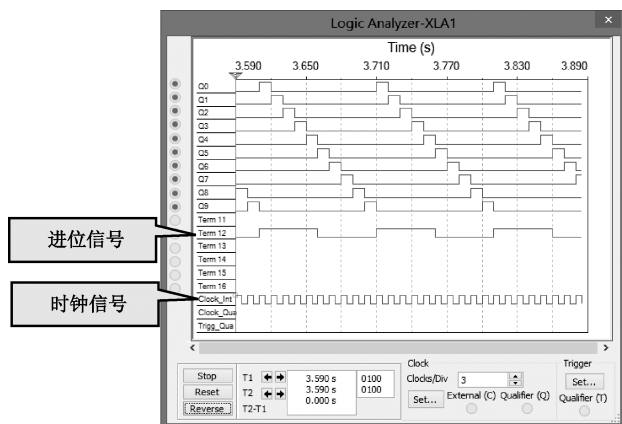

图 4.6.11 仿真得到的波形
(2) 设置每栏脉冲显示个数。回到逻辑分析仪面板, 在“Clock”区域的“Clocks/Div”数字框中输入 3, 表示每一栏显示 3 个完整的脉冲。
(3) 运行电路, 观察波形, 验证电路移位计数功能。波形如图 4.6.11 所示。可以清楚地看见, 每来一个时钟脉冲上升沿, 输出高电平都会后移一位, 当 Q9 从高电平变成低电平时, Term 12(即进位端)输出一个高电平, 这个高电平持续 5 个 CP 的时间, 回到低电平。进位信号和时钟信号